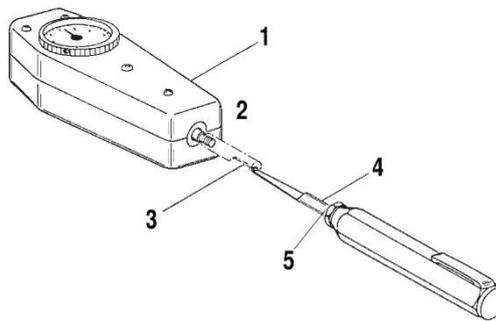

Abbildung 31: Zugprüfung
1. Verbinden Sie den Zugprüfer mit einer geeichten Federwaage (z.B. Hunter L 5M). (Ein hierfür typisches Beispiel zeigt Abbildung 31: Zugprüfung.
2. Halten Sie die Federwaage und den Zugprüfer horizontal fluchtend, um den Test durchzuführen. Prüfen Sie sorgfältig, dass Zugprüfer - und Adapter-Spitze entsprechend anliegen siehe Abbildung 31: Zugprüfung.